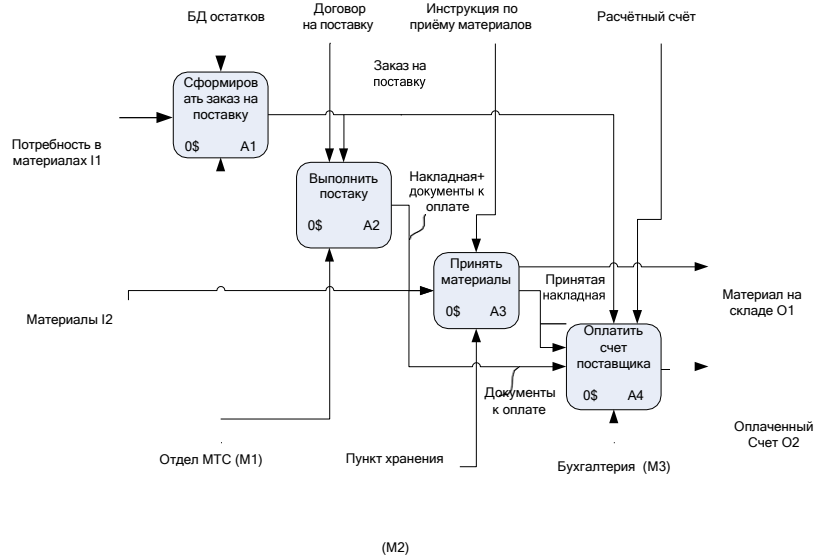

Рисунок 4 – Разветвление и объединение путей по принципу дезагрегации и агрегации
- Разложение объекта на компоненты (деагрегация), которые в дальнейшем обрабатываются как самостоятельные объекты по своим путям (рис.4). например, объект-агрегат «Поставка» в процессе материально-технического снабжения разбивается на компоненты «Продукт», «Накладная», «Счет», которые в дальнейшем обрабатываются по самостоятельным траекториям различными исполнителями.